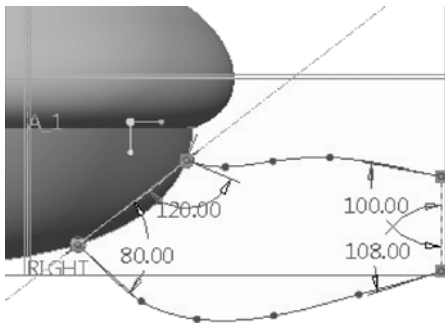

图 13-126 草绘 5
- ④ 绘制如图 13-126 所示的两条样条曲线。单击“确定”按钮 ✓。